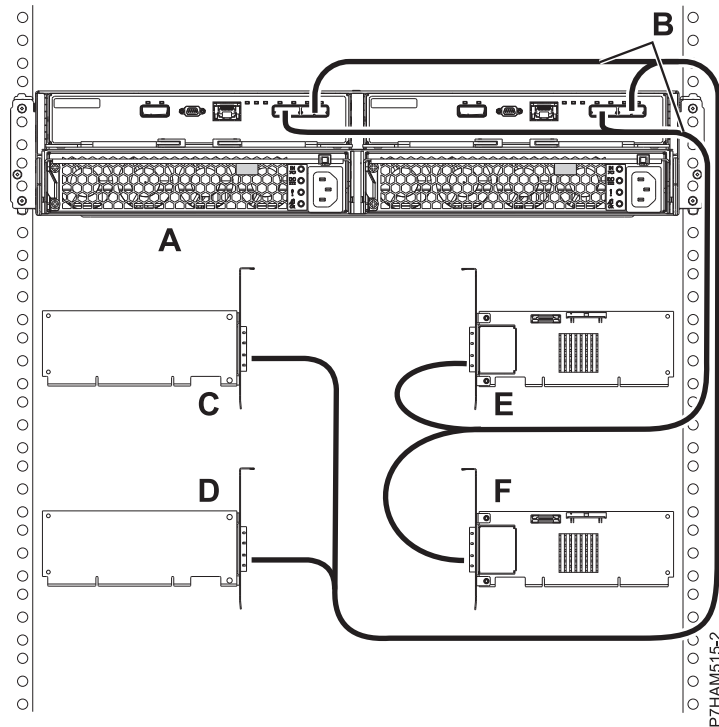

図 42. 4 つの独立 SAS アダプターへの X ケーブルを使用した、1 台の 5887 ディスク・ドライブ・エンクロージャーのモード 4 接続
18. 4 つの独立 SAS アダプターへの X ケーブル (B) を使用した、1 台の 5887 ディスク・ドライブ・エンクロージャー (A) のモード 4 接続を行います。45 ページの図 42を参照してください。